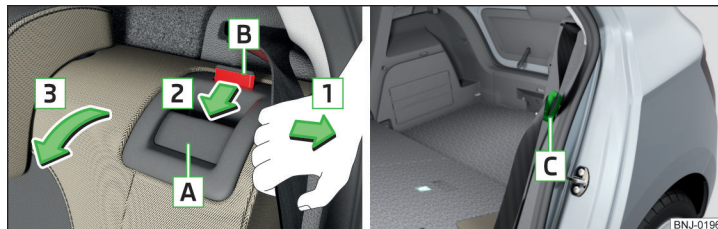

Fig. 65 Fremklapning af ryglæn / Sikkerhedsselens funktionsposition
- Træk den yderste sikkerhedssele mod sidebeklædningen i pilens retning 1 » Fig. 65.
Låsetappen på de yderste sikkerhedsseler **C** » Fig. 65 kan stikkes ind i sidebeklædningen.